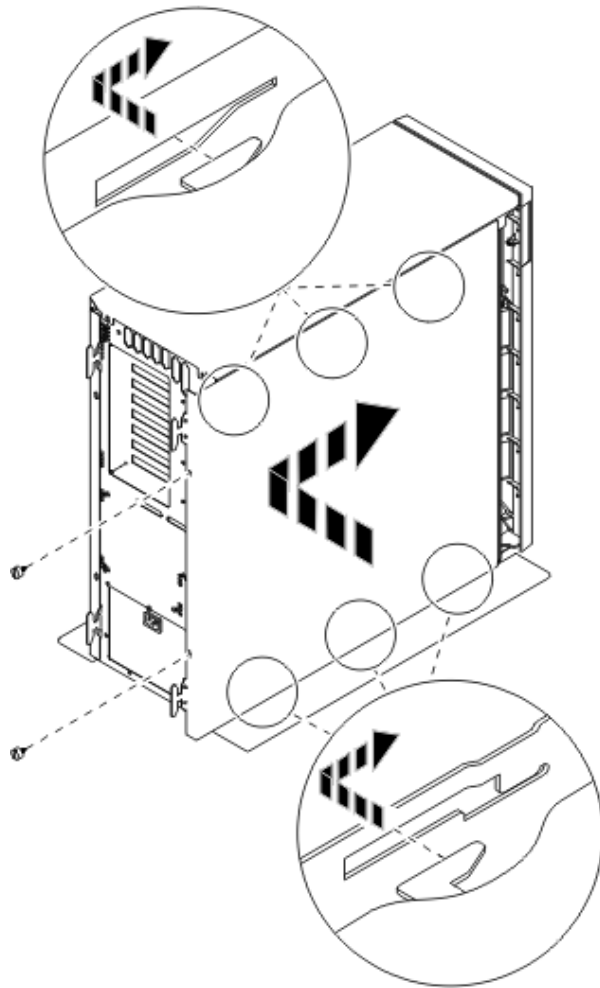

Abbildung 16. Seitenabdeckung der Systemeinheit installieren
2. In Abb. 16 wird gezeigt, wie die Seitenabdeckung der Systemeinheit durch Ausrichten der Laschen am oberen und unteren Rand installiert wird. Drücken Sie gegen die Abdeckung, um sicherzustellen, dass alle Laschen korrekt in den Kerben sitzen. Schieben Sie die Abdeckung zur Vorderseite der Systemeinheit, bis sie stoppt, und installieren Sie die Schrauben.